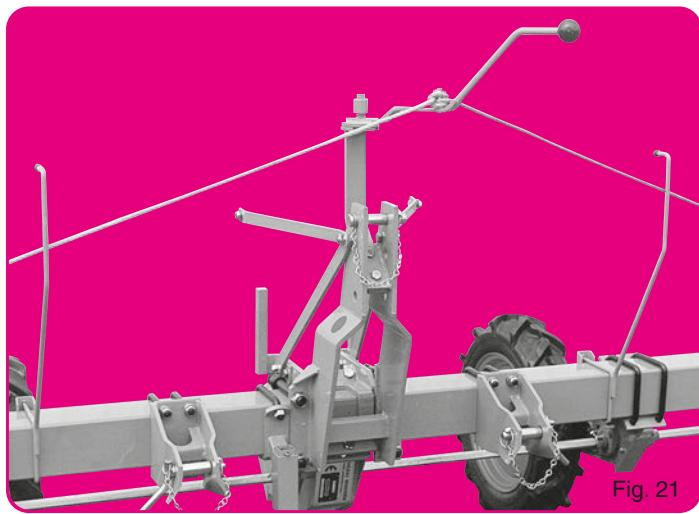

Fig. 21
- Fig. 21.** Inverseur manuel de rayonneurs avec guides cordes.
- Fig. 21.** Manual reverse of the row marker with guiding ropes.
- Abb. 21.** Spuranzeigerbetätigung von Hand mit Führungsseil.
- Fig. 21.** Handbediende markeurwissel met geleidekabels (optie).